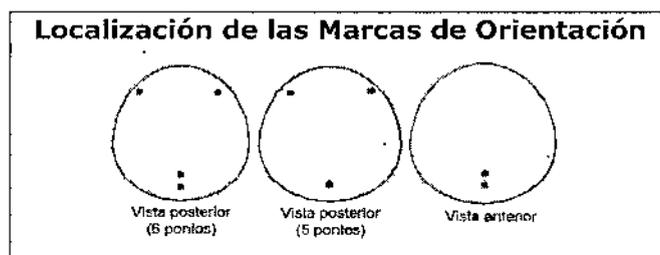

Figura 1
- Los implantes mamarios con forma anatómica incorporan marcas de orientación para ayudar a la correcta colocación del implante durante la cirugía (véase la figura 1).